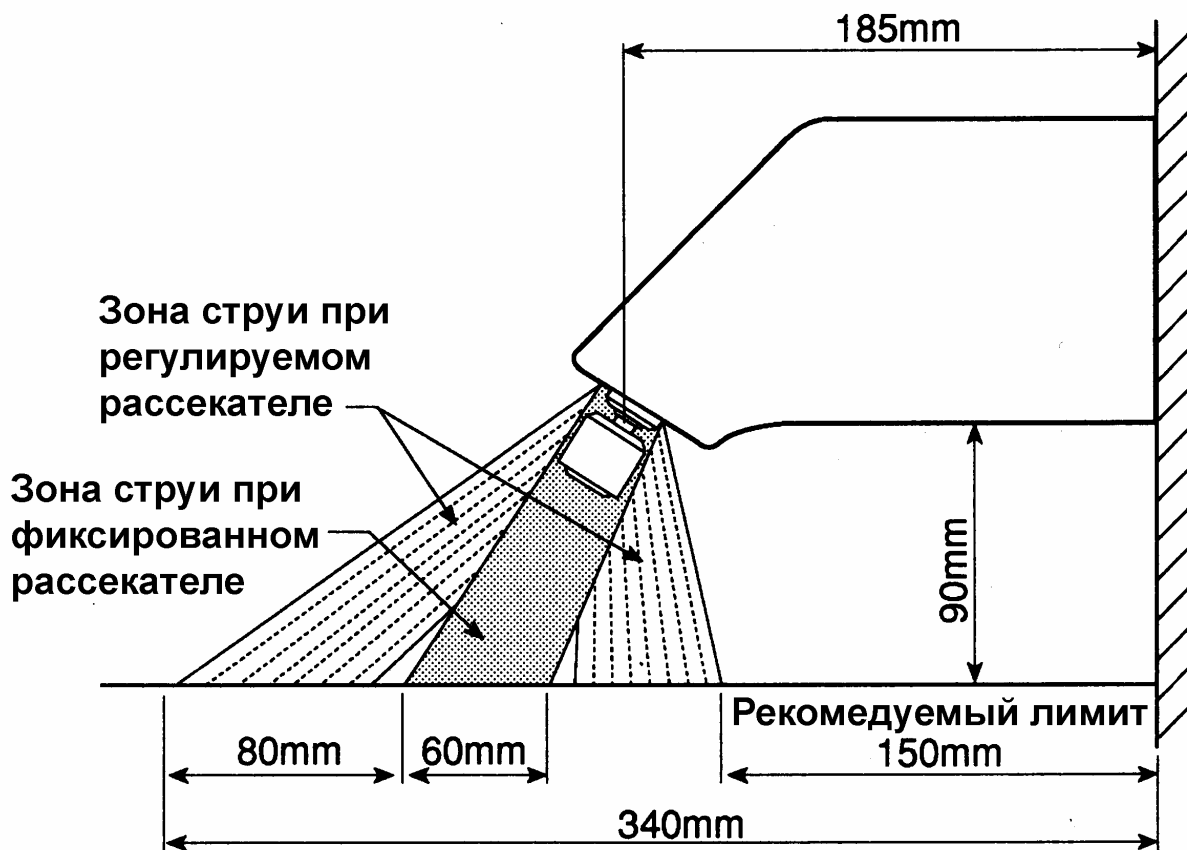

Рис. 2.2 Зоны струи
- 2) Вставьте черные резиновые прокладки и установите хромированное шарнирное соединение регулируемого рассекателя. Зоны струй фиксированного и регулируемого рассекателей приведены на рис. 2.2. Конструкция водонагревателя не предусматривает возможности установки регулируемого рассекателя под фиксированным углом.